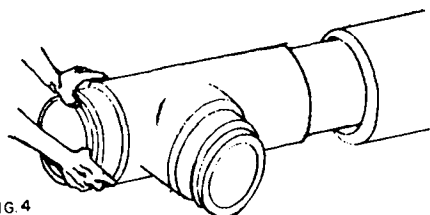

FIG. 4
4.º Passo - Encoste a ponta do tê com anel na lufa e posicione-o (fig. 4).